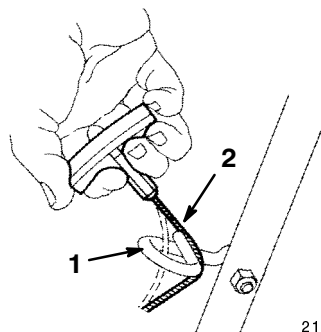

**Figure 3**
**Remarque:** Vérifiez que les câbles et la gaine électrique sont acheminés ainsi qu'il est indiqué à la Figure 3.